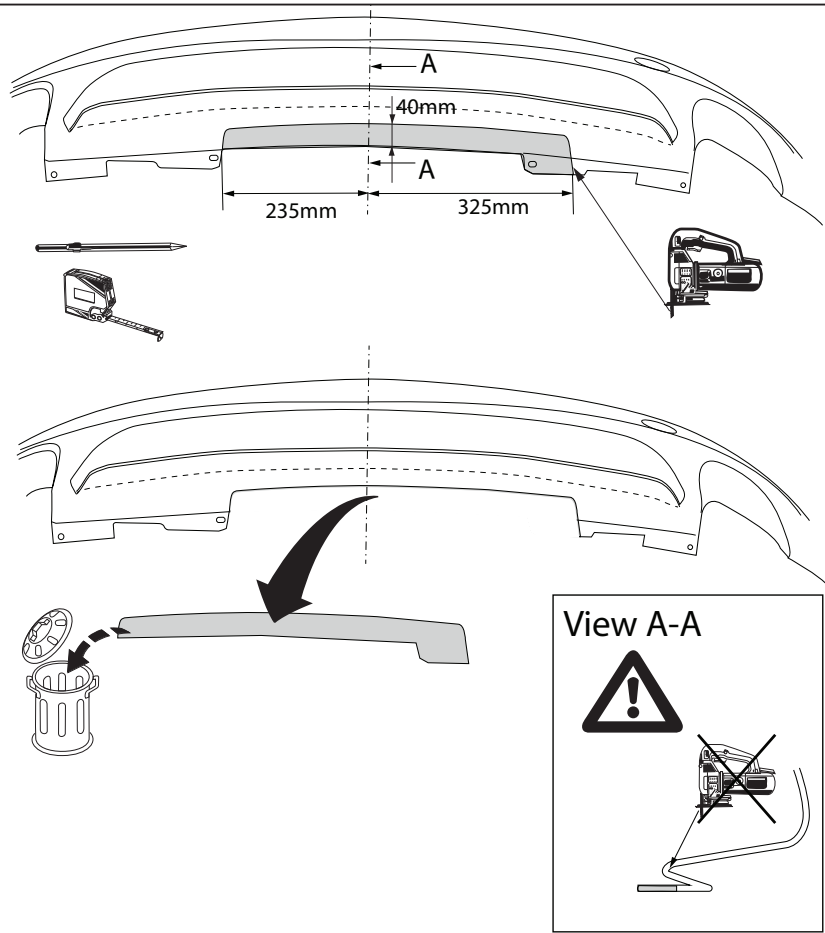

Fig. 2
8. Отпилить обозначенные части, как указано на рис. 2 и 3.